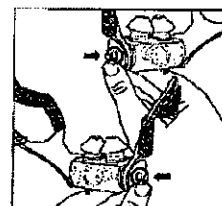

Figura 4
3. Presione los extremos del almohadillado hacia el armazón de modo que los salientes redondos del almohadillado queden colocados en los círculos situados en el lado derecho del armazón y, a continuación, en el lado izquierdo del armazón (figura 4). Manipule los almohadillados para colocarlos en su lugar.